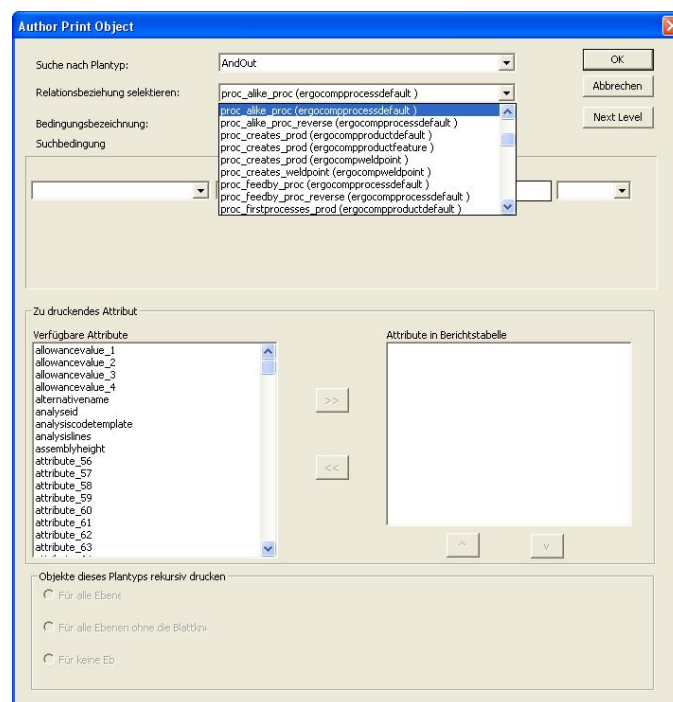

Abbildung 138: Dialog Author Print Object
- ➊ 5) Füllen Sie die Datenfelder entsprechend aus, siehe Abbildung 138. Selektieren Sie im Feld **Suche nach Plantyp** den Plantypen Workplan. Selektieren Sie im Feld **Relationsbeziehung selektieren** die Relation **Prozess nutzt Ressource** (Process uses Resource).